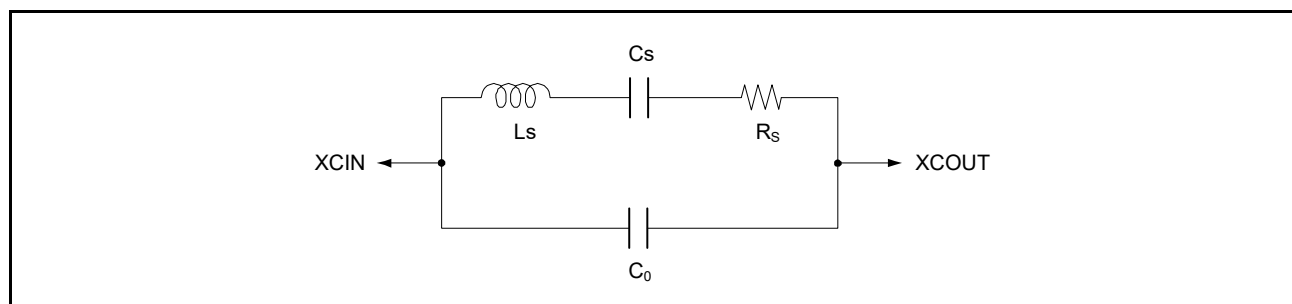

図 9.8 水晶振動子の等価回路
32.768kHz 水晶振動子の等価回路を図 9.8 に示します。水晶振動子は表 9.6 に示す特性のものを使用してください。